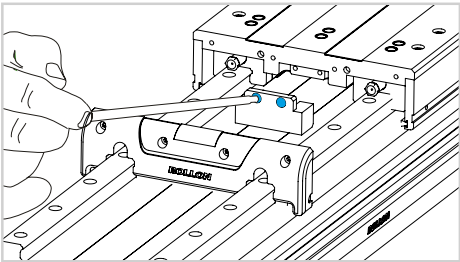

Abb. 3
- 2) Entfernen Sie die innere Abdeckblöcke an beiden Enden des Laufwagens (Abb.3).